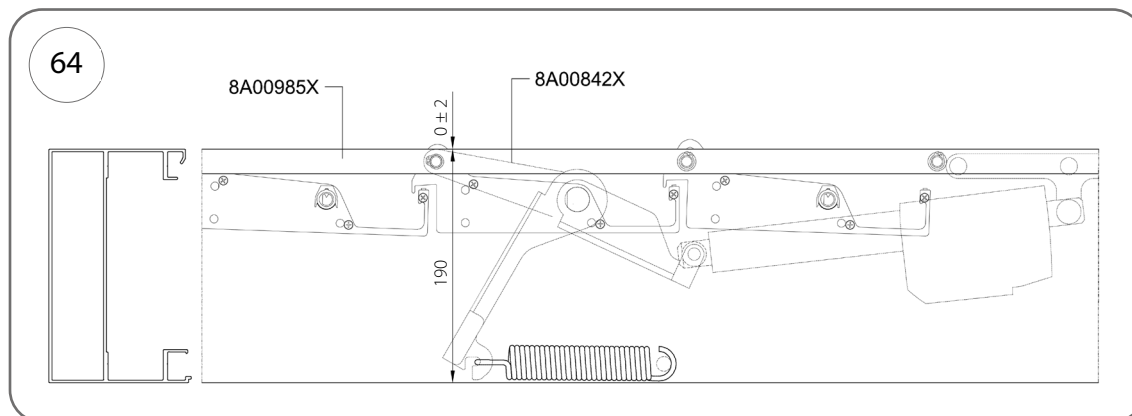

Fig. 64
3. Impostare la posizione finale di chiusura come da Fig. 64.